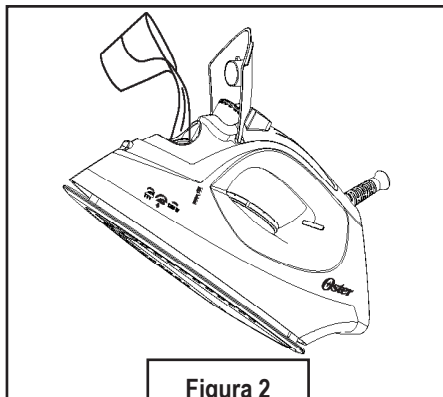

Figura 2
3. Ponga la plancha en la posición indicada (figura 2) y llénela con agua con cuidado para que no pase del nivel máximo en la ventana visora del tanque de agua.